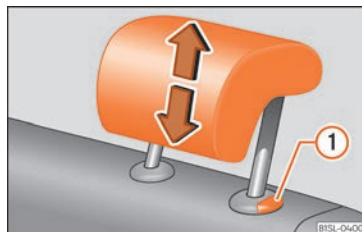

Fig. 93 Apoyacabezas trasero: regulación del apoyacabezas.
- Desplace el apoyacabezas hacia arriba o hacia abajo en el sentido de la flecha correspondiente. Presione la tecla » fig. 93 ① para bajarlos » ⚠️ en Introducción al tema de la pág. 100.
- Pulse la tecla »»» **fig. 93 ①** y extraiga el apoyacabezas completamente.